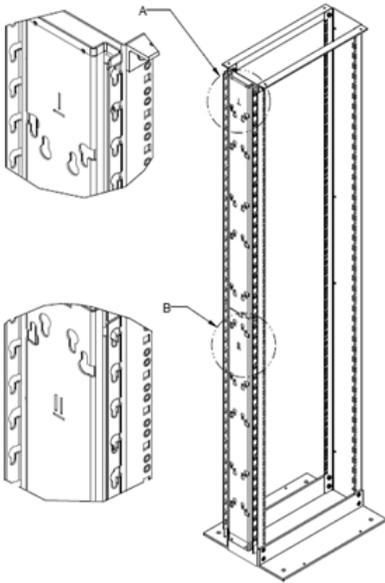

Fig.1
- Fijar la chapa "1" en la parte superior de la estructura del Rack (2 o 4 columnas). Utilizar los tornillos suministrados con el producto.(Fig.1)
- Fijar la chapa "2" en la parte inferior, de modo a alinear con la chapa "1".(Fig.1)